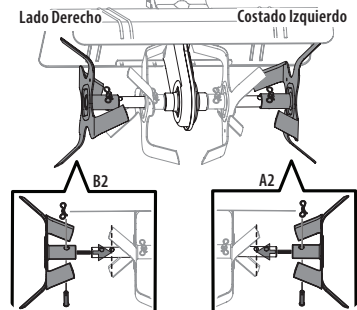

Figura 2
3. Use dos pasadores de horquilla y dos chavetas de la bolsa manual. Desde el frente de la cultivadora, instale las púas externo LH (A2) en el lado externo izquierdo del eje. Instale las púas externo RH (B1) en la parte exteriores derecha del eje. Vea la Figura 2.